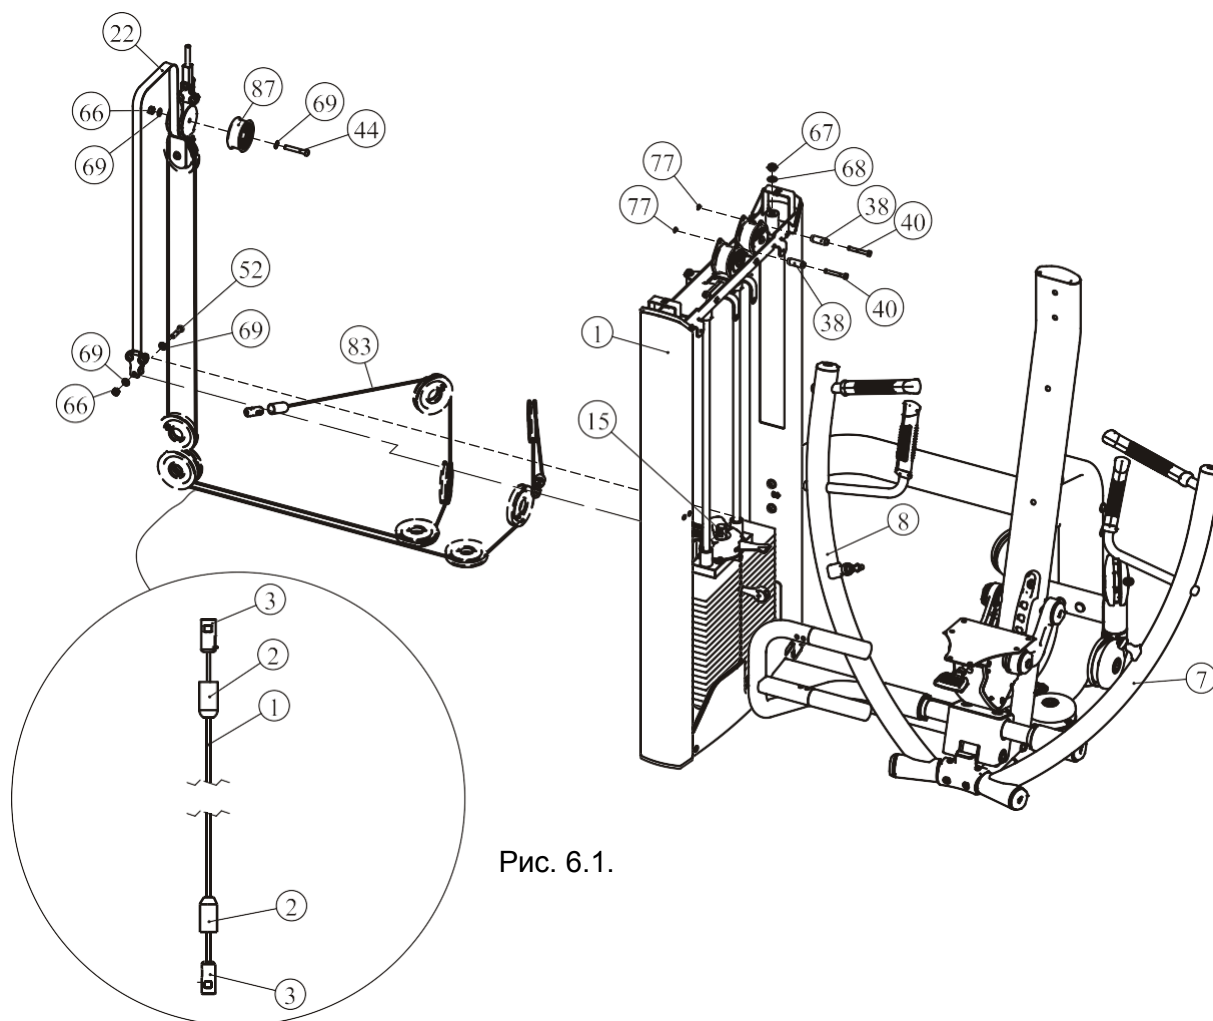

Рис. 6.1.
4. Сместите защитные колпачки, закрывающие крепления троса (#83) согласно рис. 6.1.